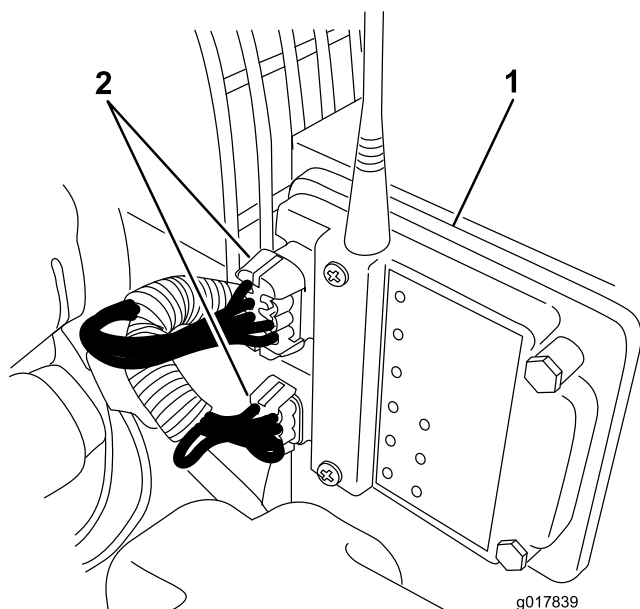

Figure 1
2. Débranchez les connecteurs du faisceau de câblage du récepteur (Figure 1).
3. Retirez les (3) vis et écrous qui fixent le récepteur au cadre du souffleur (Figure 1). Déposez le récepteur.